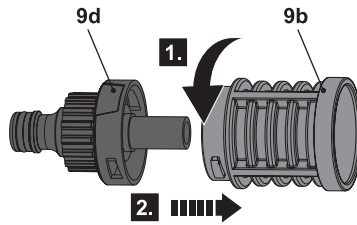

Fig. 15
1. Retire el adaptador del filtro (9d) y el filtro (9b) de la manguera de agua (9).
2. Gire el filtro (9b) hacia la izquierda (Fig. 15, paso 1) y retírelo del adaptador (paso 2).